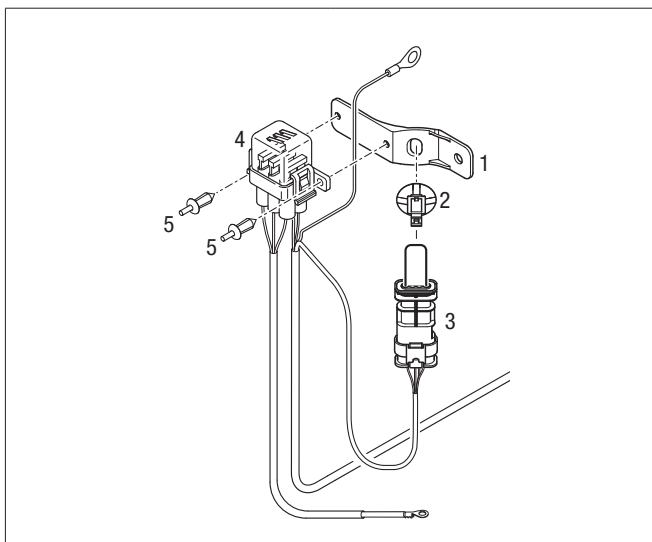

Bild 7
- Kombihalter (1) an einer geeigneten, gut zugänglichen Stelle im Motorraum mit Schraube M6 oder an einem Stehbolzen befestigen.
- Halter Diagnosestecker (2) in Langloch der Kunststoffflasche einklippen, siehe Bild 7
- Diagnosestecker (3) in die Aufnahme des Halters schieben, bis er hörbar einrastet.
- Sicherungshalter (4) mit 2 Spreiznieten (5) befestigen. Hierzu beide Bolzen eindrücken, bis der Halter fest an der Kunststoffflasche sitzt.